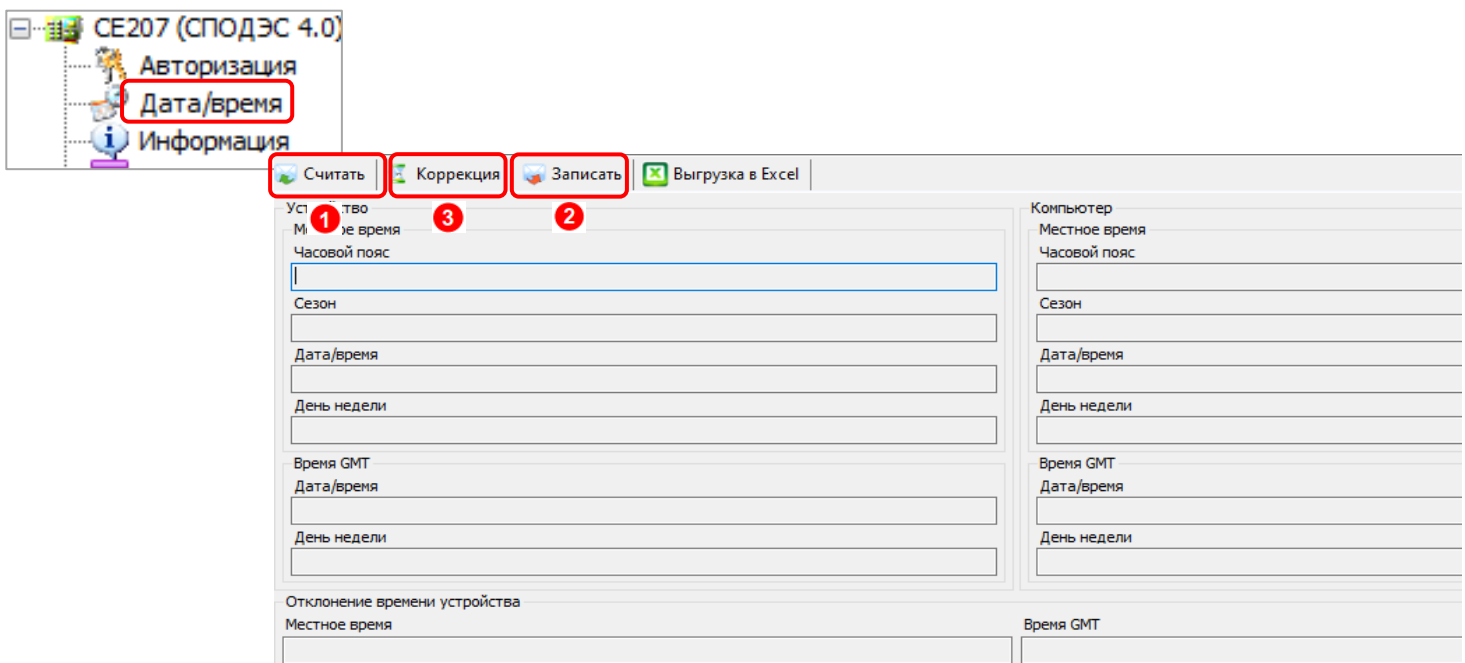

Рисунок 168
Доступна запись текущей даты и времени (по часам ПК) на вкладке «Дата/время» (2) (см. рисунок 168).
Коррекция времени выполняется на вкладке «Дата/время», нажатием на кнопку «Коррекция времени» (3) (см. рисунок 168).